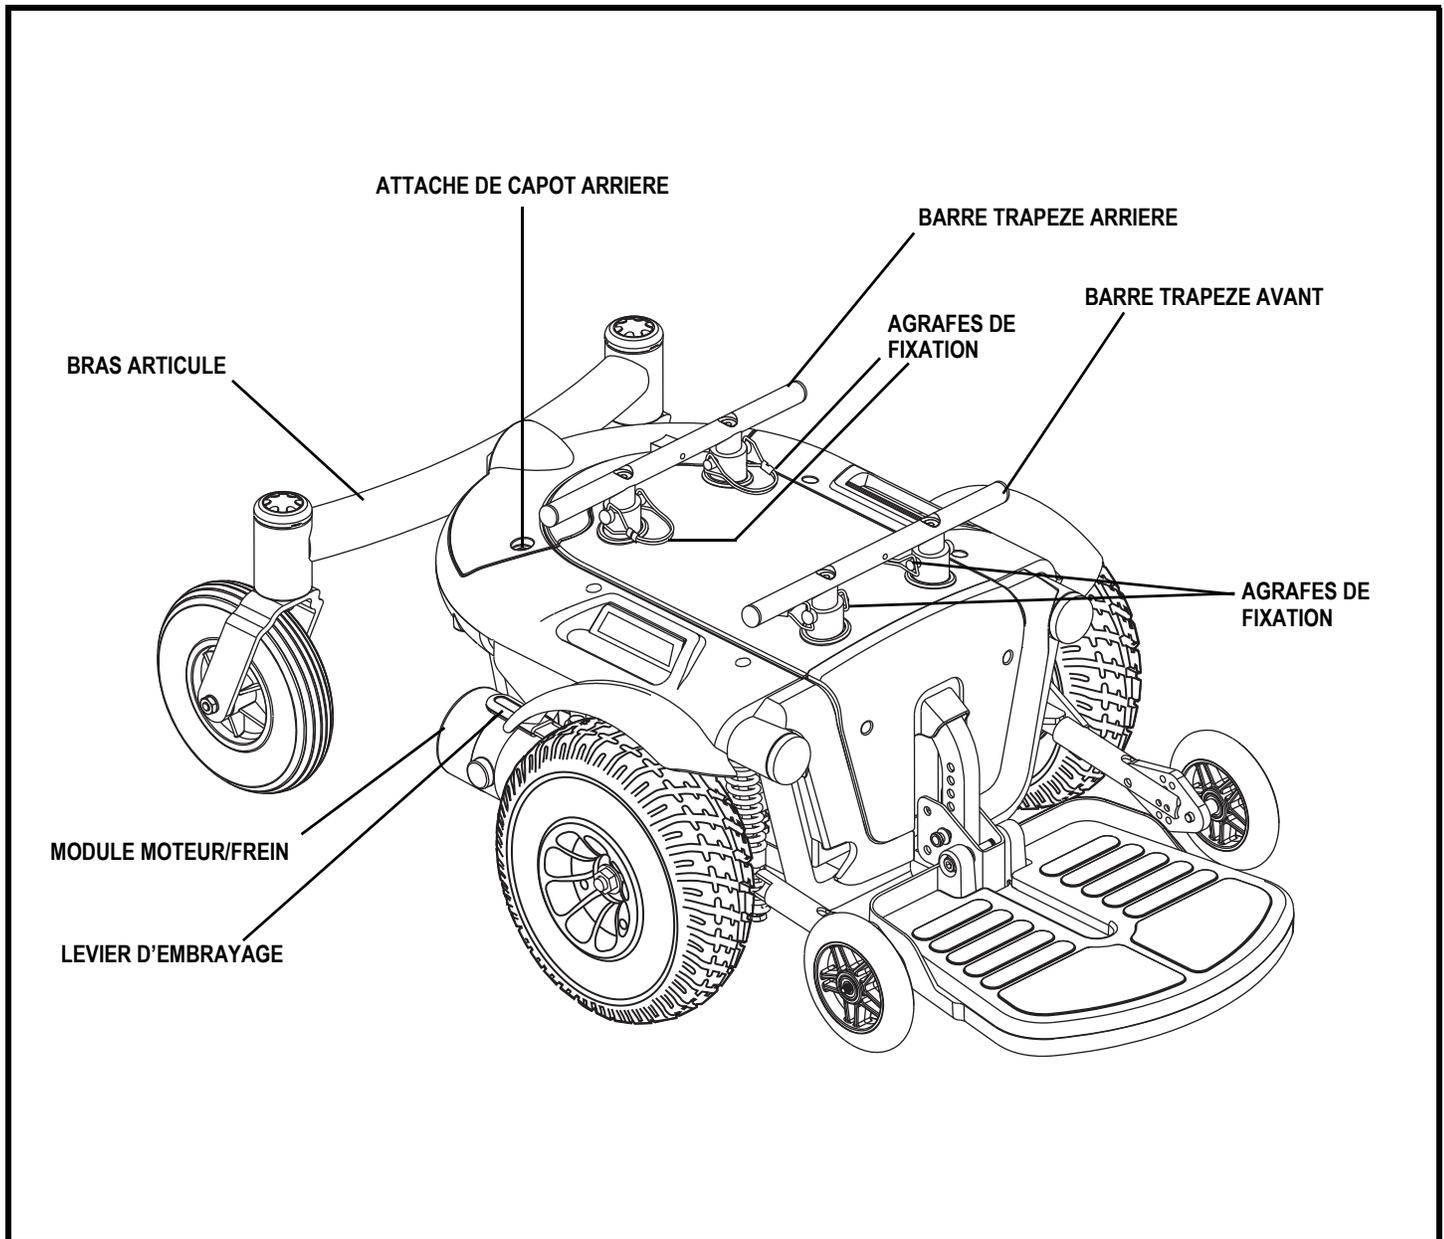

Figure 6. Base motorisée du Quantum 1103 Ultra
2. Desserrez les fixations sur le capot et retirez-le. Voir la figure 6.